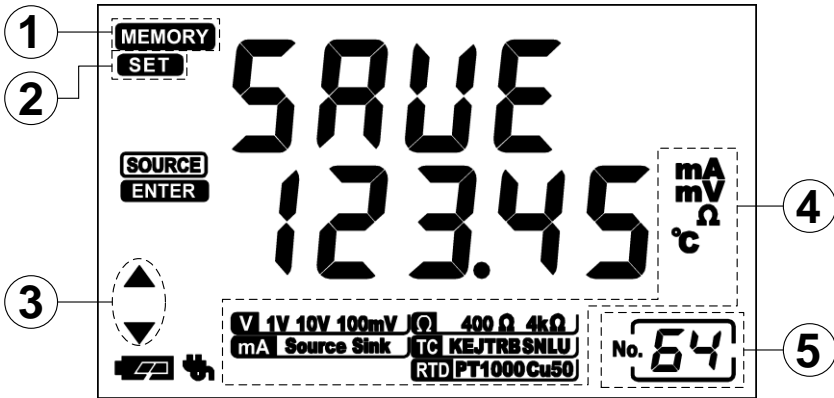

图 6.10 存储常用输出值的显示画面
- (1) 在 **ENTER** 状态下，按 **STORE** 键，仪表切换到存储状态显示，显示内容如【图 6.10】所示。
- (2) 通过按 **▲** **▼** **◀** **▶** 键切换当前存储位置 1~64，位置数字显示在右下角。上下键±1 个位置号，左右键±10 个位置号。